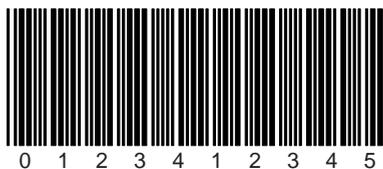

Figure 8.2 : Modèle du code à barres (Code 39 ; 0,35 mm ; rapport d'impression 2:1)
5. Présenter au BCL le modèle du code à barres Figure 8.2 à une distance de lecture conforme au Tableau 8.5.